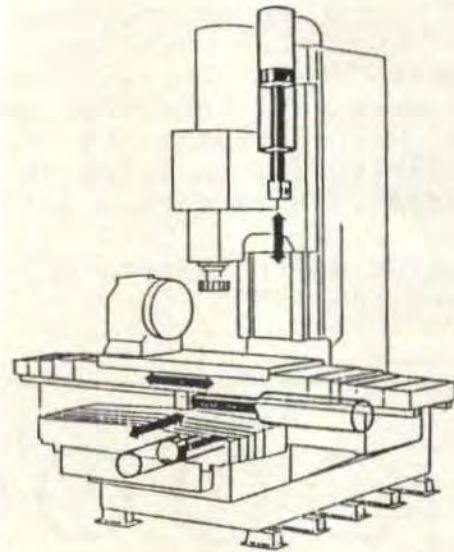

Fig. 1
- Máquinas herramientas estacionarias, (fig 1).